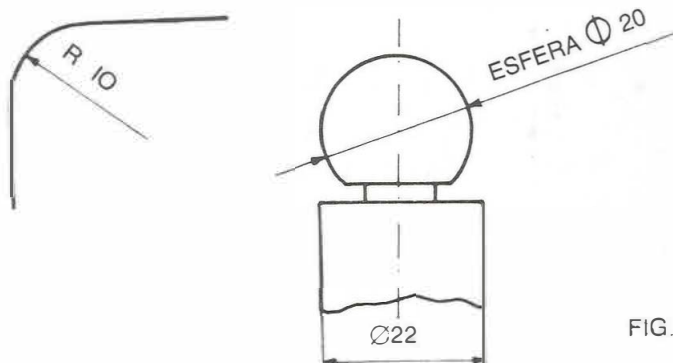

FIG. 12
- Hacer preceder una cota de diámetro del símbolo \varnothing o de radio R para las superficies esféricas o de la palabra esfera (Fig. 12).